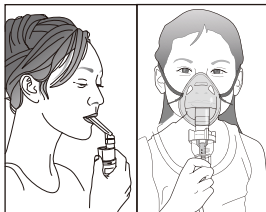

Figura 7
7. Insira o bocal na boca ou coloque a máscara sobre o nariz e a boca (consulte a figura 7).